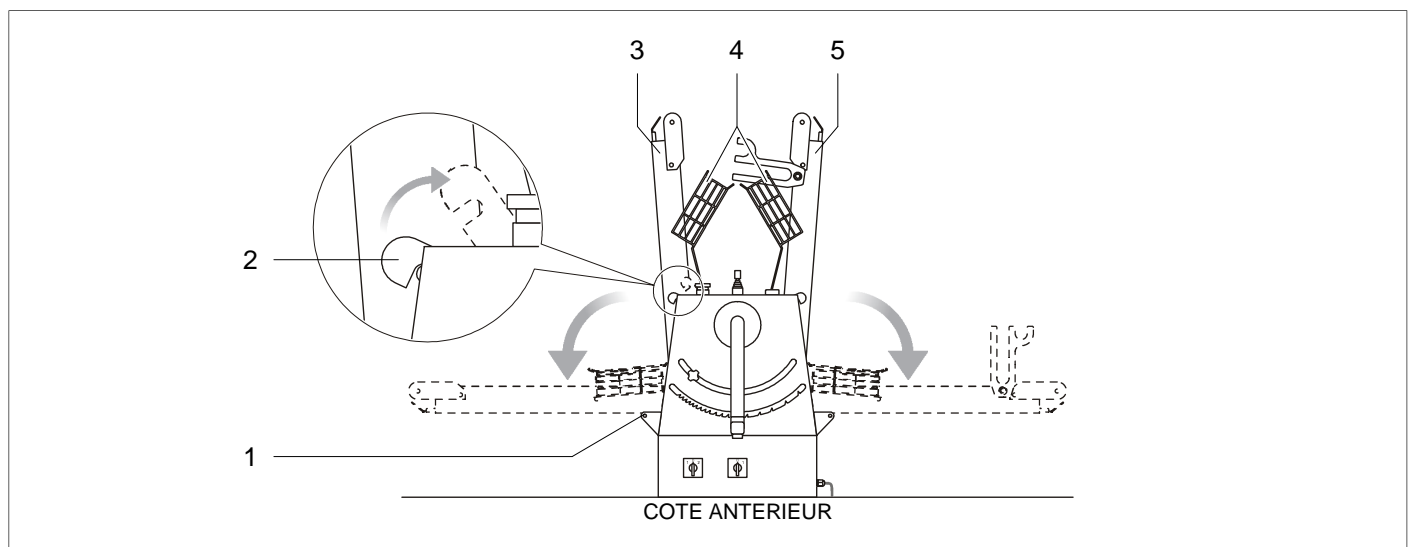

FIG. 6 (Ouverture plans de travail)
- 1) En tenant une manie sur le plan de travail gauche (FIG. 6 - Rif. 3) élever le crochet arrêt plan (FIG. 6 - Rif. 2);
- 3) Répéter les opérations des points 1) et 2) pour le plan de travail droit (FIG. 6 - Rif. 5);
- 4) Baisser les grilles de protection (FIG. 6 - Rif. 4) .